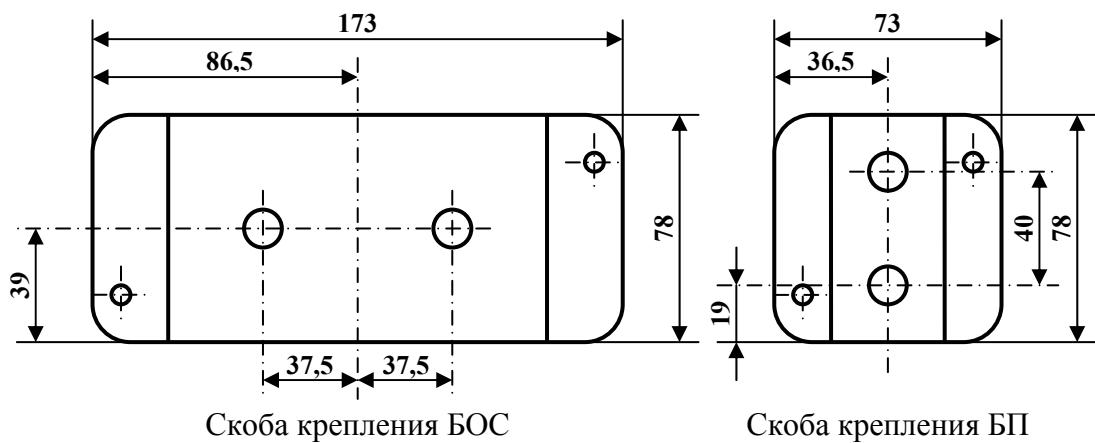

Рис. 12.1. Разметка и габаритные размеры скоб крепления БОС и БП.
12.3. Произведите разметку для установки скобы крепления блока обработки сигналов и блока питания в соответствии с рисунком 12.1. Просверлите отверстия необходимого диаметра и глубины в соответствии с типом ограждения (таблица на рис. 12.1). Для крепления скоб на бетонное, кирпичное или деревянное ограждение используйте анкера M8x25 (M8x40), входящие в комплект поставки. Для крепления скоб на металлическое основание (на плоское металлическое ограждение или внутрь металлической распределительной коробки) используйте винт M6x16 (M6x12) с гайкой M6 или без неё. Винты M6 с гайками и шайбами входят в комплект поставки.